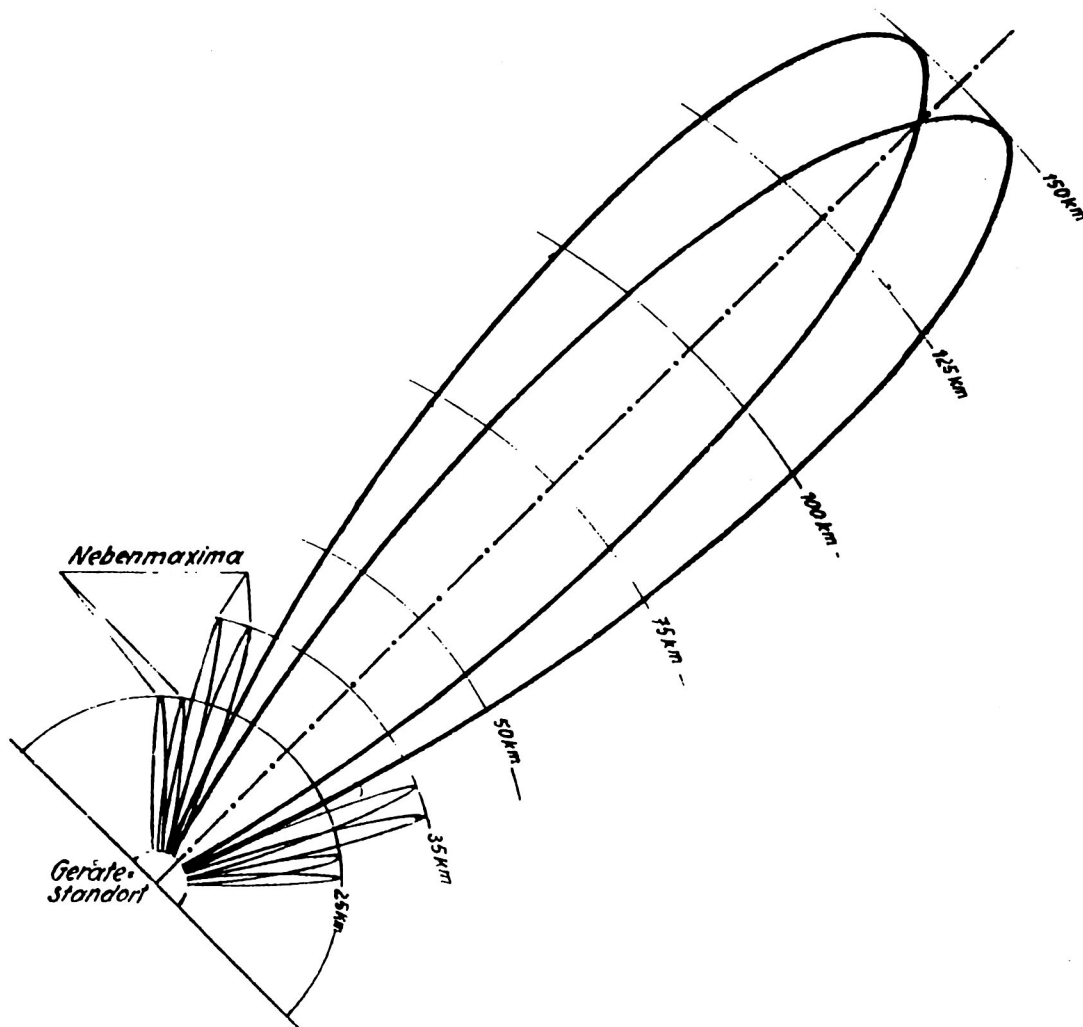

Abb. 7
**B 1:** Die Seitenpeilung am PB-Gerät erfordert Beweglichkeit und Fertigkeit des Beobachters 1 in der AN-Peilung. Bei Peilungen **unterhalb** etwa 35 km Entfernung gefährden die auch beim Rückstrahl-Freya-Gerät bekannten **Neben-Maxima** die Genauigkeit der Seitenbestimmung (Abb. 7).